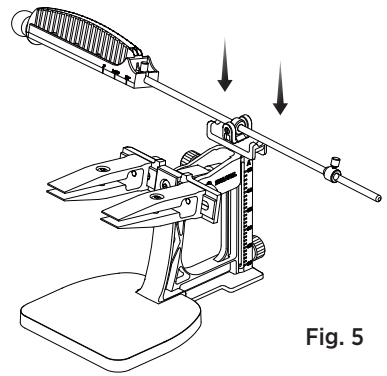

Fig. 5
5. Legen Sie die Schleifführungsstange in den Parkschlitz an der Stützstange (Siehe Fig. 5).